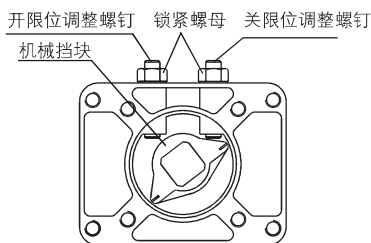

图8
4、机械限位挡块的调整（图8、9）
- ①用手柄驱动阀门至全关位置并使全关位置限位开关（K1）动作（限位开关动作时会发出“咔嚓”声）。
- ②松开右侧的锁紧螺母，用内六角扳手顺时针方向旋转关限位调整螺钉并使调整螺钉与机械限位挡块刚好相抵，然后逆时针方向将调整螺钉往回旋转半圈，使全关位置处机械限位滞后电气限位约 2.5° 的角距离，锁定锁紧螺母。
- ③用同样的方法进行左侧全开位机械限位的调整。